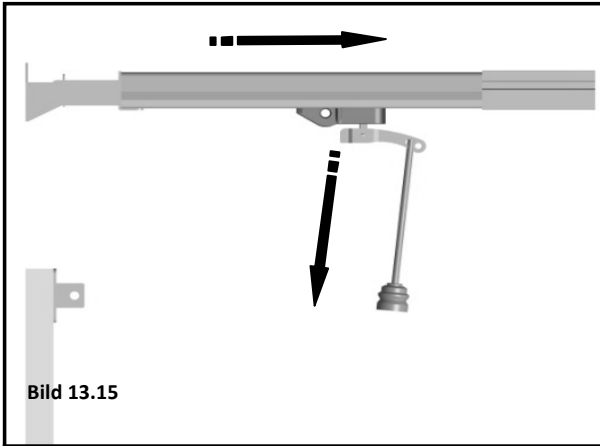

Bild 13.15
- 5.12. Montieren Sie den Tormitnehmer mit oder ohne gebogener Verlängerung unter Verwendung der Befestigungselemente H5, H6, H3 und H4. (**Bild 13.15 bis 13.19**)
Um den Tormitnehmer zu entriegeln, ziehen Sie an der Kordel und schieben Sie ihn in Richtung Antrieb (**Bild 13.15 und 13.19**).